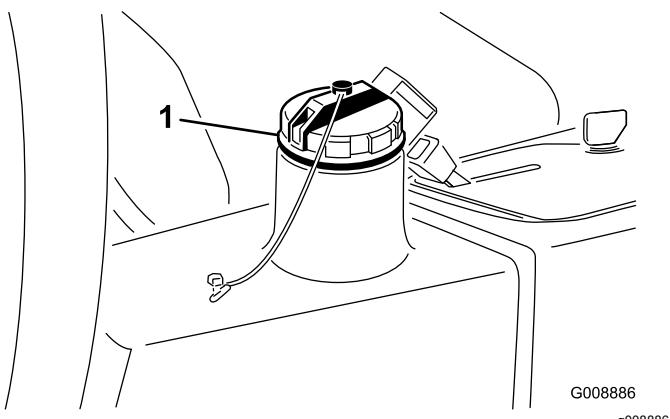

Figura 66
3. Llene el depósito (**Figura 66**) con aproximadamente 13,2 litros de aceite hidráulico; consulte Comprobación del sistema hidráulico.